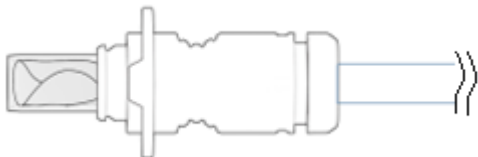

Figura 6. Inspeção do implante (com cânula de carregamento).
- Verifique visualmente a integridade do implante (dentro da cânula de carregamento); não deverão existir vincos, dobras ou rasgos, consulte a Figura 6.